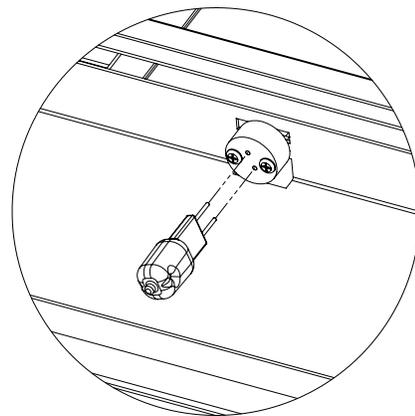

Figure 24. Remplacement de L'ampoule Halogène
6. Portez des gants en coton lors du remplacement des ampoules halogènes. Prenez l'ampoule fermement à la base et tirez pour l'enlever; remplacer l'ampoule si nécessaire. Prenez une nouvelle ampoule par le manchon en polystyrène - il est essentiel que vos doigts nus ne touchent pas l'ampoule (voir la figure 24). **Les huiles de vos doigts réduiront considérablement la durée de vie de l'ampoule.**